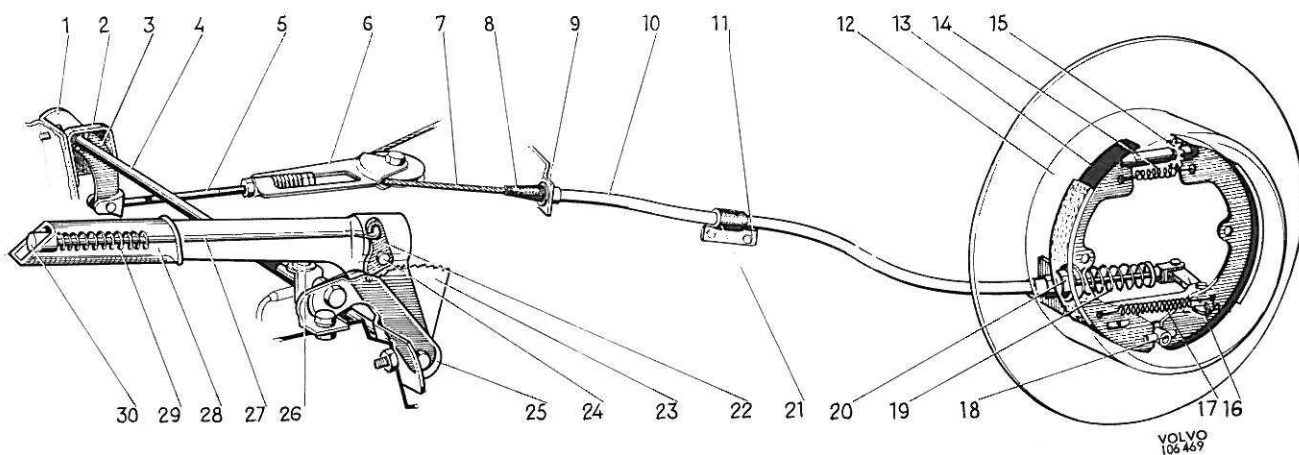

Figure 99. Frein de stationnement (nouveau modèle)
La construction du frein à main ressort de la figure 99. Le levier de commande (28) est placé au plancher, du côté extérieur du siège du conducteur. Les mouvements de ce levier de commande sont transmis au palonnier (6) par l'intermédiaire de l'arbre (4), du levier (3) et de la tige de commande (5). A partir du palonnier, le mouvement est transmis ensuite aux freins des roues arrière par le câble (7). Sur chaque roue arrière, ce câble agit sur le levier-came (16) qui est monté sur un tirant mobile sur les segments. Les extrémités supérieures des segments de freins sont pressées par le ressort de rappel (17) contre le boulon d'ancrage
(18). A leur extrémité inférieure, les segments de freins sont reliés l'un à l'autre par un dispositif de réglage (15) contre lequel ils sont pressés par le ressort (14) qui sert en même temps à verrouiller la roue dentée de la vis de réglage. Grâce à cette suspension, les segments sont à rattrapage automatique de jeu et l'un comme l'autre des segments sont partiellement auto-serreurs (Duo-Servo). Le tambour de frein, fixé sur l'arbre de roue, est conçu de manière à servir en même temps de disque de frein pour le frein à pied.
2. Enlever la goupille fendue et étirer le câble de manière à pouvoir démonter la tige de commande (5, figure 99) du levier.